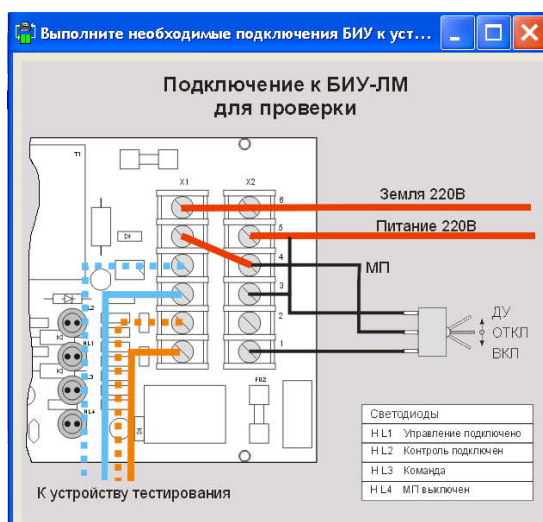

Рисунок 51 – Окно "Подключение БИУ-Л к Т-СЛДКС"
3.6. В начале теста будет показано окно подключений БИУ-Л (рисунок 51). После проверки подключений, следует сделать щелчок левой кнопкой мыши по схеме для выполнения теста БИУ-Л.